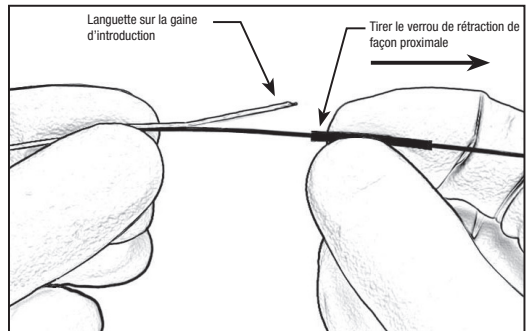

Figure 3 - Tirer le verrou de rétraction de façon proximale
16. Tenir le dispositif juste en distal de la gaine thermorétractable et tirer la gaine thermorétractable en proximal pour exposer la languette de la gaine d'introduction. Voir la Figure 3.